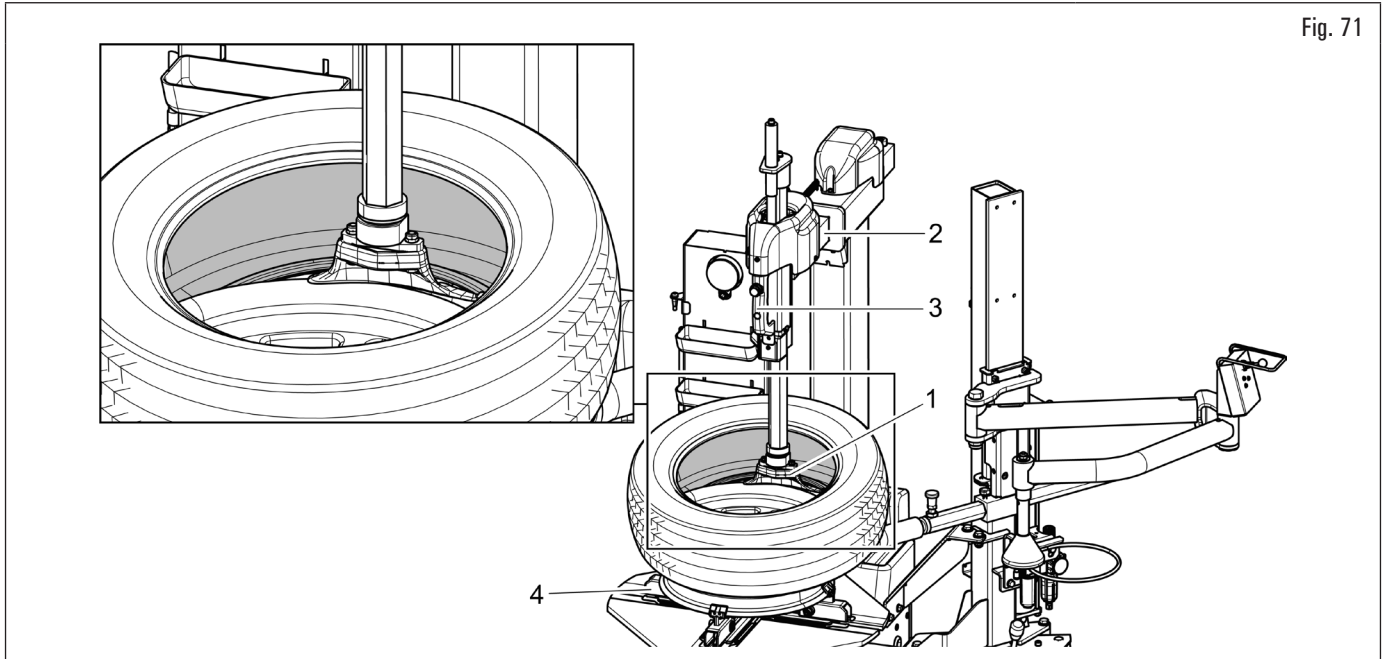

Fig. 71
5. posicionar la cabeza útil (Fig. 71 ref. 1) contra el borde de la llanta y bloquear el brazo operativo (Fig. 71 ref. 2);
Si se monta la rueda anteriormente desmontada, o se trabaja en ruedas con llanta de igual dimensión, no es necesario actuar cada vez en la manija (Fig. 71 ref. 3) para bloquear y desbloquear, sino que es suficiente posicionar nuevamente el brazo (Fig. 71 ref. 2).
6. guiar con las manos el neumático en forma tal que el borde pase debajo de la uña de la cabeza útil (Fig. 71 ref. 1) y fuera de su borde de sostén (véase Fig. 71 para borde inferior);
7. girar el mandril (Fig. 71 ref. 4) en el sentido de las agujas del reloj, presionando el pedal relativo y manteniendo presionado con las manos el borde del neumático en la garganta interior de la llanta;